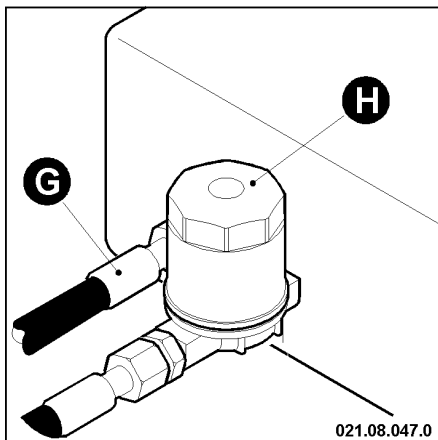

Abb. 61 – Ölfilter wechseln
Die Hydraulikanlage Ihrer Maschine verfügt über zwei Hydraulikölfilter. Der Eintauchfilter befindet sich im unteren Fahrgestellbereich, direkt im Öltank (siehe Abb.61, Pos.“G”). Der Patronenfilter (siehe Abb.61, Pos.“H”) sitzt unmittelbar daneben.
Befolgen Sie dazu folgende Vorgehensweise (siehe Abb. 61):
- **Wechsel:** Befolgen Sie dazu folgende Vorgehensweise (siehe Abb. 61):